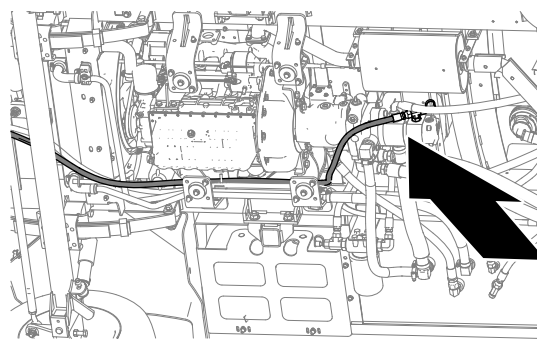

**Figura 68**
3. Remova o tubo de retorno da válvula de direção da máquina (Figura 68).